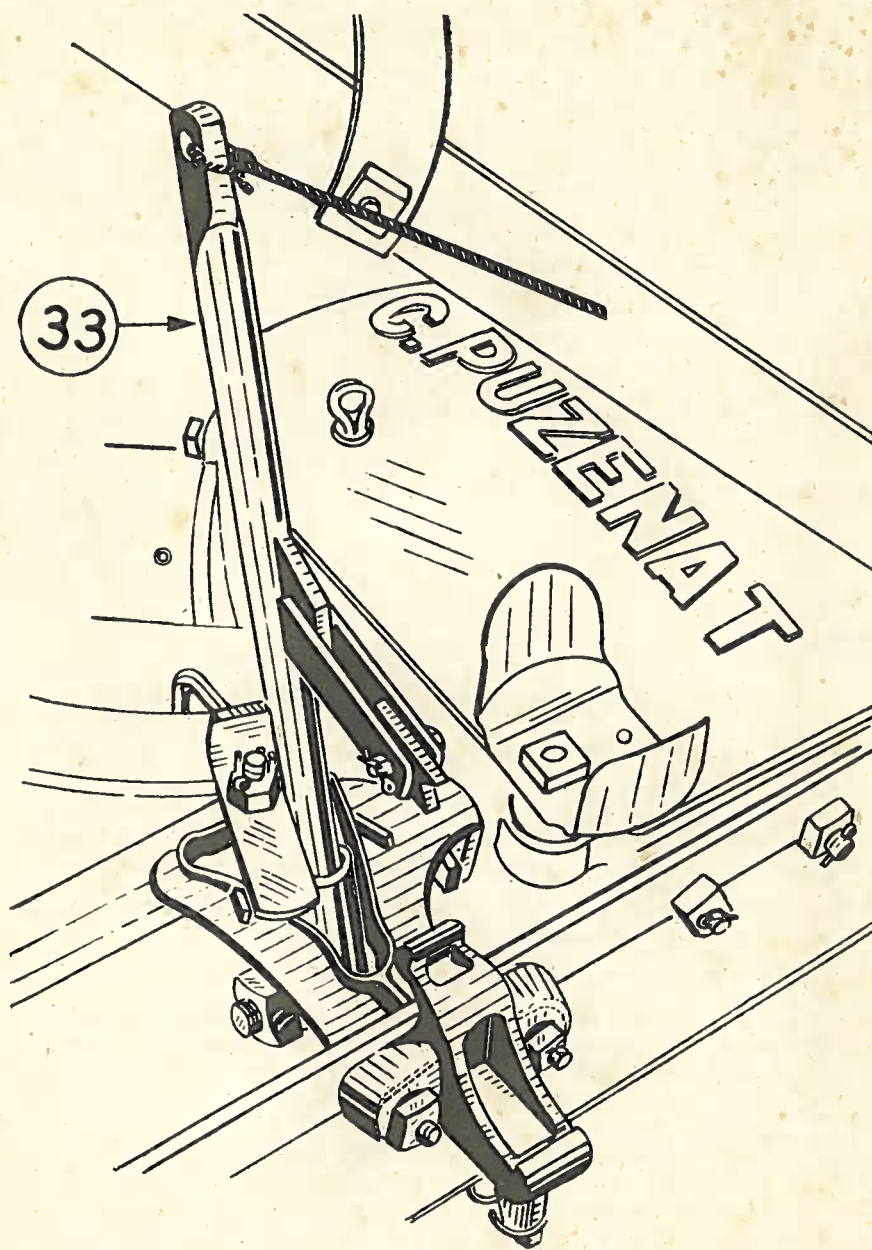

Figure 7
4° Tirer sur la cordelette bien à fond puis la lâcher : cette manœuvre a pour effet de libérer le levier (33) qui était retenu par son linguet (35) et de l'aiguiller vers le cran (36) correspondant au fanage. Le levier (33) prend alors la position de la figure 7 : l'instrument est embrayé.